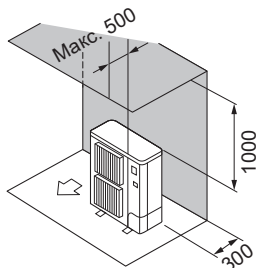

Fig. 2-4
- ② Кедергілер тек артқы және одан жоғарыда (Fig. 2-4)